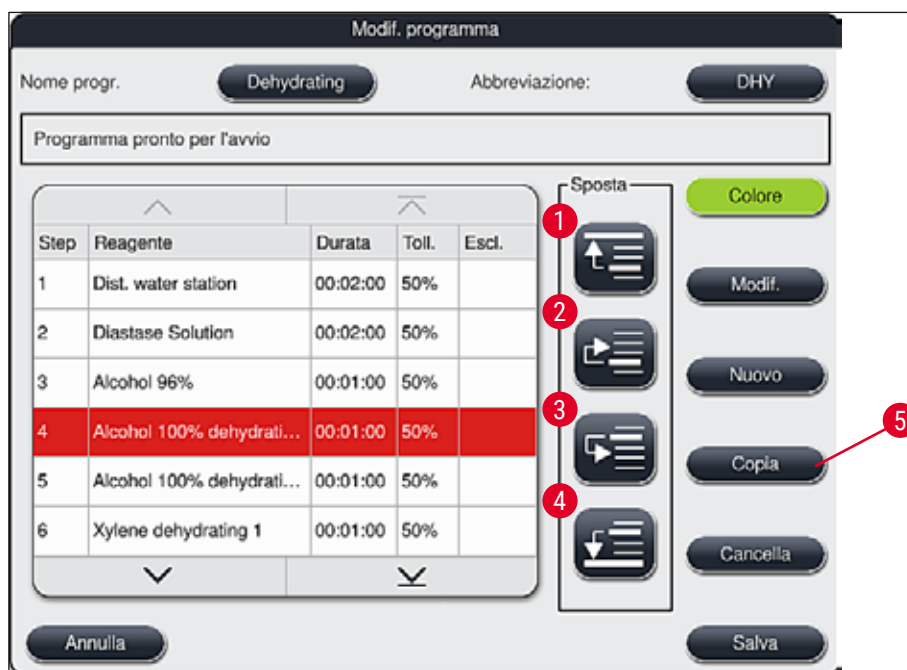

Fig. 48
- Si apre la finestra **Modif. programma** (→ "Fig. 48").
- Utilizzando il tasto **Salva** (→ "Fig. 48") vengono accettate le modifiche. Premere il tasto **Annulla** per scartare le modifiche.